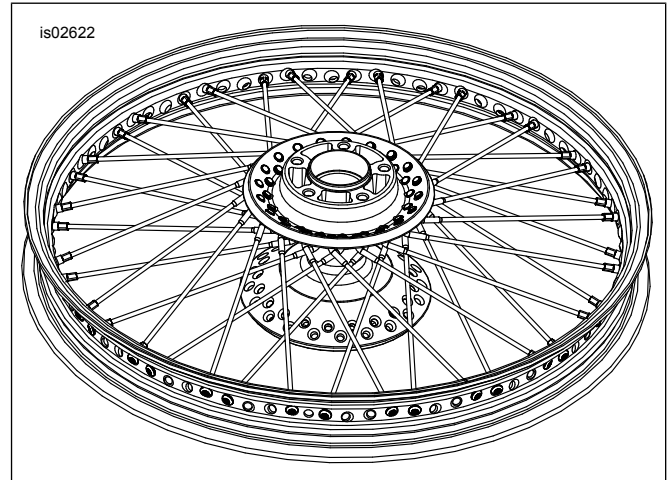

Abbildung 6. Innere Speichen montieren
5. Siehe Abbildung 6. Die erste Speiche der **inneren** Reihe in die Nabe einsetzen. Die Speiche gegen den Uhrzeigersinn anwinkeln, so dass sie **vier** äußere Speichen kreuzt. Die Speichennippel lose zusammenbauen.